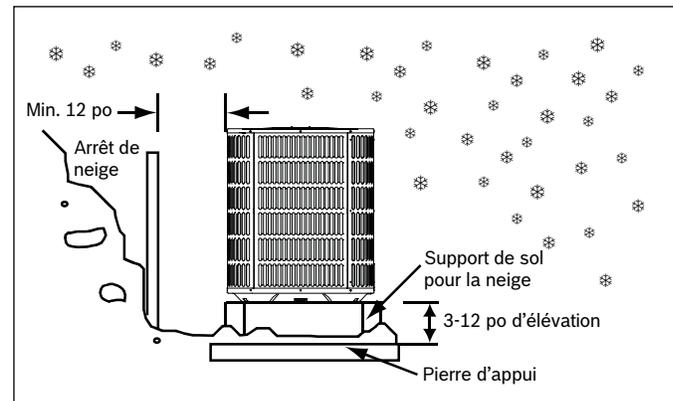

Figure 5
- ▶ Les modules doivent être surélevés de 3 à 12 po de la plateforme ou du toit, selon les conditions météorologiques locales. Cette hauteur additionnelle permet l'écoulement de la neige et de la glace qui fondent pendant le cycle de dégivrage avant de geler de nouveau. Assurez-vous de ne pas obstruer les trous d'écoulement du bac, ce qui pourrait empêcher l'évacuation de l'eau de dégivrage (fig. 5)